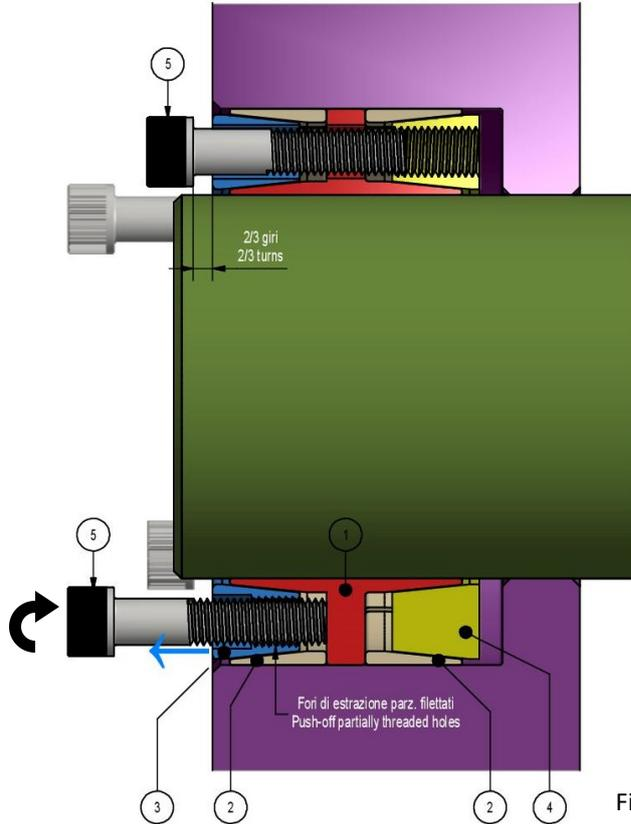

Fig. 5. Sbloccaggio dell'anello doppio-conico anteriore.
3. Spostare un numero di viti corrispondente in tutti i fori parzialmente filettati dell'anello doppio-conico anteriore. Sbloccare quest'ultimo, **avvitando progressivamente le viti in più passate, secondo uno schema a croce, serrando di  $\frac{1}{4}$  di giro circa ad ogni passata (fig. 5).**